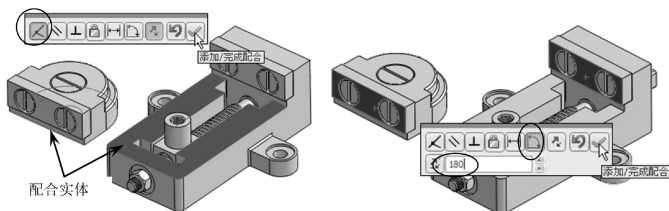

图 7-61 使用【重合】配合和【角度】配合定位活动钳身
- 04 添加配合关系，将活动钳身装配到方块螺母上。装配活动钳身时先使用【重合】配合和【角度】配合将活动钳身的方位调整好，如图 7-61 所示。